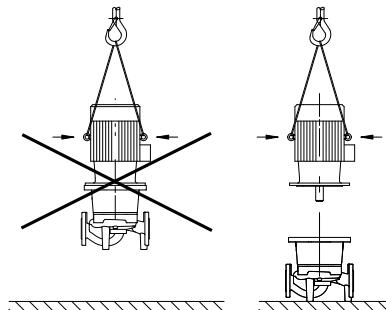

Fig. 35: Транспортування двигуна
- Транспортувальні вушки на двигуні можна використовувати лише для транспортування двигуна, а не усього насосу (Fig. 35).